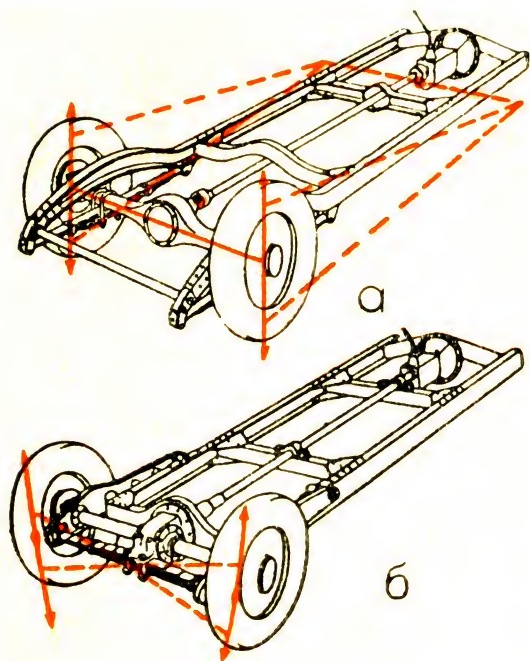

Рис. 35. Рама, осі та ресори.
Осі автомашини можуть бути або **сталі**, то значить виконані з одної штаби, чи з двох частей, але не ломаних, або **ламані** зложені з двох півосей, що можуть ламатись під кутом. Тоді обидва колеса завішені незалежно від себе, що дає краще ресорунання. На рис. 35 а бачимо раму зі сталими осями, а на рис. 35 б з ламаними. В обидвох випадках осі прикріплені до рами за посередництвом нівеліптичних ресорів.
Рис. 35 а. Двосувний рушій.
1. Немає хлипаків, а тим самим і кулачкового валка та попихачів. Их заступають отвори звані каналами в циліндрі, згл. в толоку. Маємо отже канал всисний (рис. 35 а „Е”), канал вихлипний „А” і канал перепливовий „С”! Вхід перепливового каналу до циліндра означений буквою „В”.
рушія і тому мусить він бути зовсім щільний, а в картері не може бути олія (гл. рис. 35 а).
Рушій з носковим толоком з'ображений на рис. 35 а вгорі. Носок толока означений буквою „D". Перебіг праці такого рушія є наступний:
По вибуху толок посувається вниз і легко стискає засану перед тим до корбового простору мішанку. Горішний правий беріг толока відкриває вихлипний канал **A**, а сейчас після того також переплизовий канал **C—B**. Гази спалення виходять вихлипним каналом, а свіжа, стиснена передтим, мішанка входить отвором **B** до циліндра, де носок **D** спрямовує її вгору (рис. 35 а, вгорі направо) і не дозволяє лишатись з газами спалення. В тім часі толок осягає долішне мертве положення, а потім посувається вгору і зачиняє отвори переплизового і вихлипного каналу. Гази спалення вспіли вже вийти, а свіжа мішанка виповнила циліндер. Дальшим рухом вгору, толок стискає мішанку в циліндрі, а рівночасно розріджує простір корбовий, бо всі канали зачинені. Коротко перед гор. мертвим положенням, долішний беріг толока відчиняє всисний канал **E** (рис. 35 а вгорі наліво за толоком), яким свіжа мішанка впадає до розрідженого простору під толоком. Толок доходить до горішнього мертвого положення, настає вибух і перебіг праці повторяється.
Праця рушія з плоским толоком представлена на рис. 35 а внизу. Різниться він від попереднього конструкцією толока та формою і розміщенням каналів, що саме дозволяють на вплив газів і наповнення циліндра без участі носка.